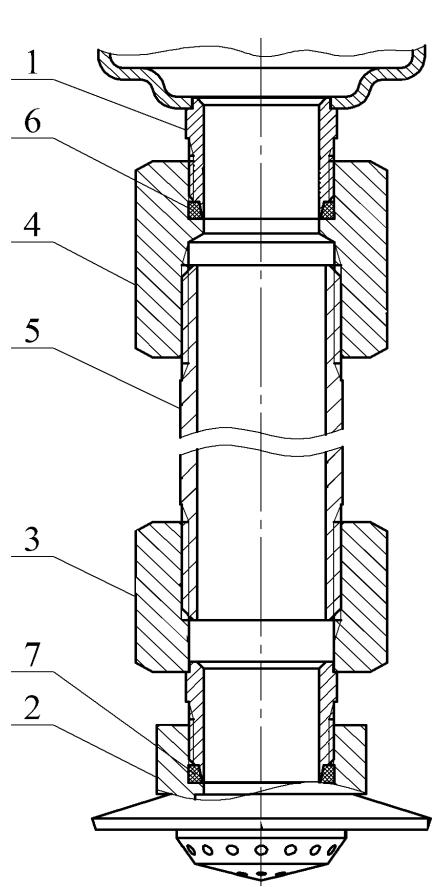

Рисунок 3
- ж) по заявке Потребителя (см. рисунок 3):
4.1.3 Для вывода насадка-распылителя в свободную зону через подвесной потолок типа Грильято, Армстронг и т.п. или его перемещения в рабочую зону эффективного пожаротушения при монтаже МУПТВ на потолочном перекрытии высотой более 6 м модуль может быть дополнительно укомплектован удлинителем, соединяющим выпускную горловину МУПТВ 1 с насадком-распылителем 2 (см. рисунок 3).
6.7 При монтаже насадка-распылителя через удлинитель (см. рисунок 3) провести следующие работы. Собрать удлинитель согласно рисунку 3. Перед сборкой на наружные резьбы трубы **5** нанести силиконовый герметик, после чего накрутить до упора переходники **3, 4**. В зарезьбовые канавки отверстий насадка-распылителя **2** и переходника **4** установить резиновые кольца **6, 7**. На наружную резьбу переходника **3** накрутить до упора насадок-распылитель **2**. Соединить удлинитель через резьбовое соединение с выпускной горловиной МУПТВ **1**. При монтаже необходимо обеспечить перпендикулярное направление оси удлинителя относительно горизонтальной плоскости.